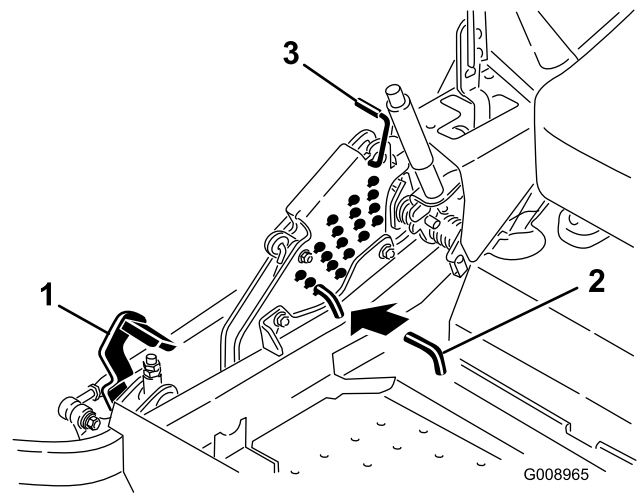

Bild 83
5. Drücken Sie das Mähwerkhubpedal ganz nach vorne; das Mähwerk rastet in der 14-cm-Transportstellung ein (Bild 83).